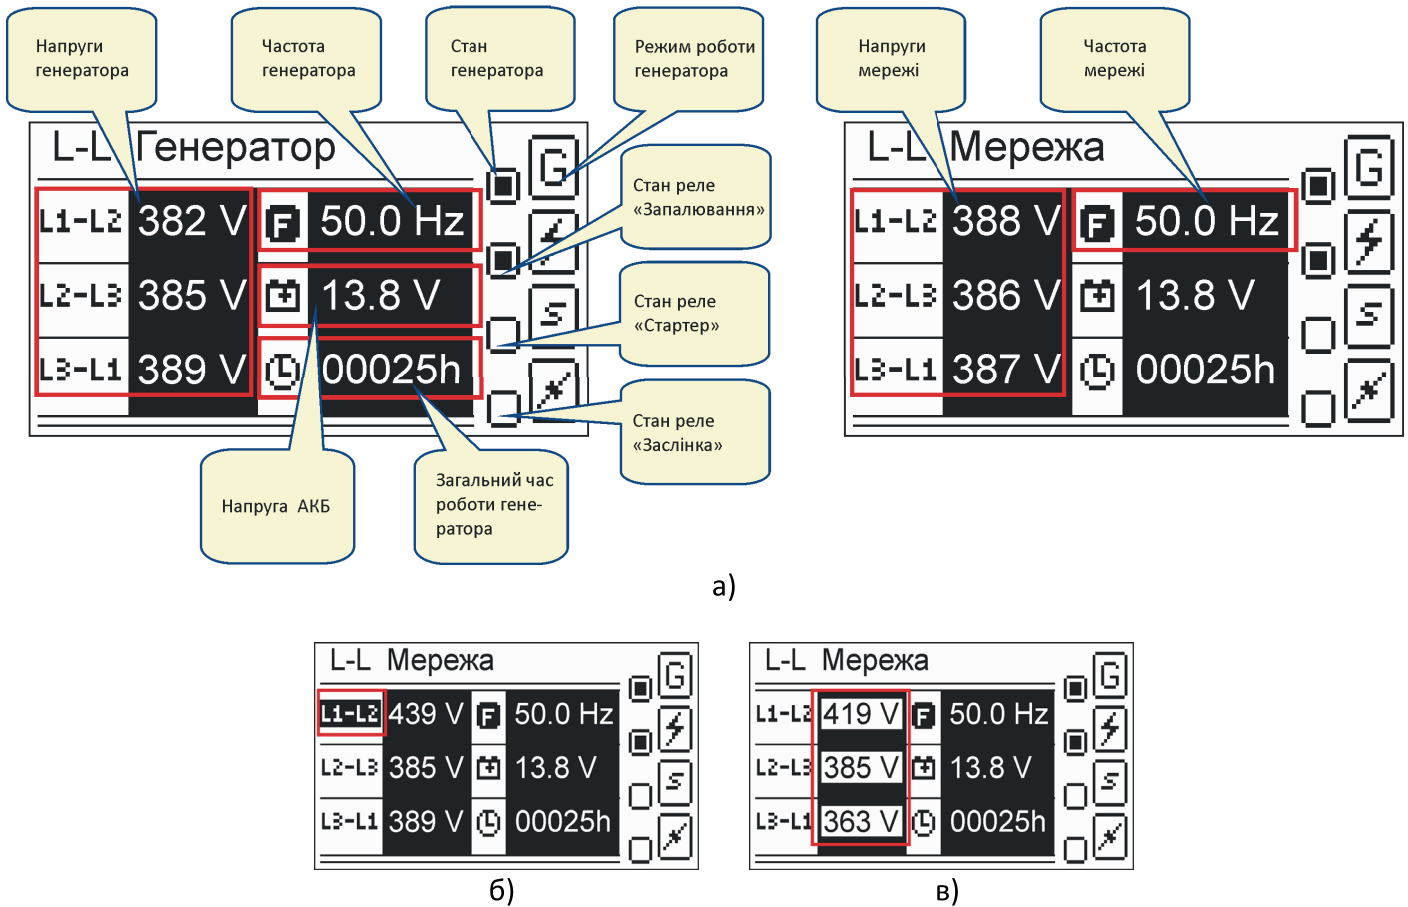

Рис. 5.8 – Індикація вимірювань і стану контролера:
5.6.4 На екранах головної сторінки індикації відображаються значення вимірюваних лінійних або фазних напруг, частоти, напруги АКБ генератора, загальний час роботи генератора, а також стани та режим роботи генератора, стани реле запуску генератора (рис. 5.8, а). Індикація стану генератора представлена в табл. 5.2, а індикація станів реле в табл. 5.3. Індикація режиму роботи генератора залежить від обраного додаткового режиму (п. 5.7.3), а також від функцій тестового запуску генератора (п. 5.7.4).
5.6.4.1 Перевищення будь-якої контрольованої напруги змінного струму або вихід за допустимі межі інших контрольованих параметрів (частота, напруга АКБ) відображається миготінням відповідної назви вимірюваного параметра. Приклад перевищення лінійної напруги мережі L1-L2 показано на рис. 5.8, б).
5.6.4.2 Асиметрія контрольованих напруг змінного струму при трифазному підключенні відображається миготінням усіх трьох вимірюваних значень. Приклад індикації асиметрії лінійних напруг мережі показано на рис. 5.8, в).